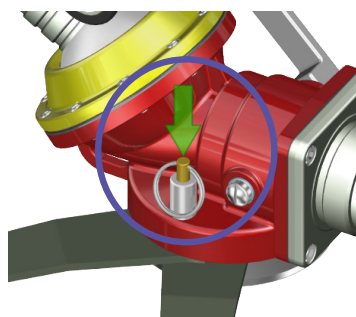

Fig. 2
- **2** - Vérifier que la goupille de verrouillage des pattes stabilisatrices est enclenchée (Fig. 2).